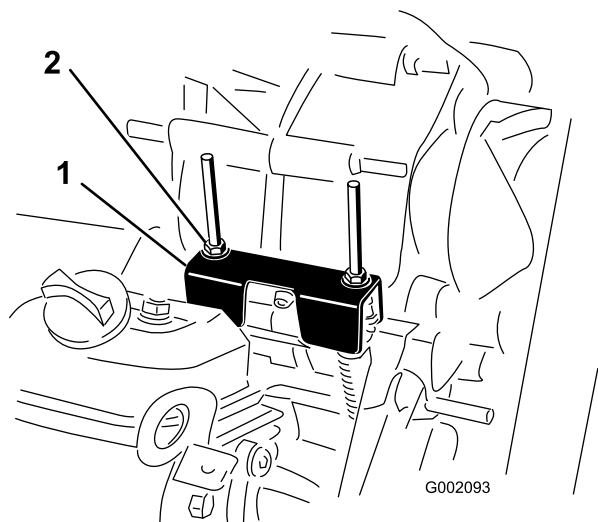

図 35
定期整備を行う時やエンジンの故障診断を行う時には、トランスアクスルをニュートラルにシフトしておく必要があります(図 35)。トランスアクスルをニュートラル位置にするにはシフトレバーを操作します。以下の操作を行って、ニュートラルでシフトレバーが正常に機能することを確認してください：
2. ニュートラルブラケットがニュートラル位置(シフトブラケットの下にあるケーブル取り付けブラケットと面一になっている)ことを確認する(図 35)。この位置で、車両が前にも後ろにも動き出さないことを確認する。動き出す場合、ニュートラルブラケットをニュートラル位置まで手で動かして修正する。
3. ロックナットのうちの1個(図 35)を締め付けて、0.07-0.15 mm のすきまを作る。